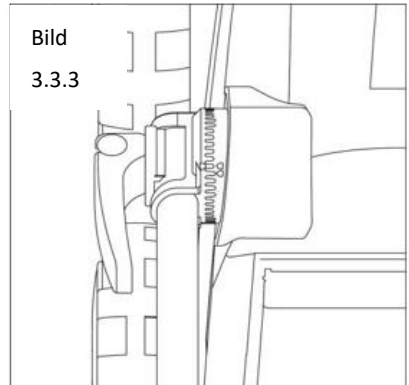

Bild 4.1
- Fäst metallramen på tygpåsens stoppningskant. (Bild 4.1).